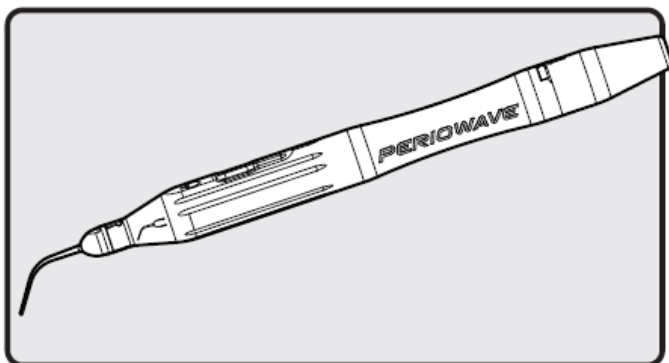

Figure 10 : HHL-1000 entièrement assemblé
- Lorsque l'embout jetable de diffusion de lumière est fixé et que l'insert laser est posé correctement (comme illustré à la *Figure 10*), le témoin lumineux jaune s'allume, ce qui indique que le laser est initialisé et prêt à l'usage.